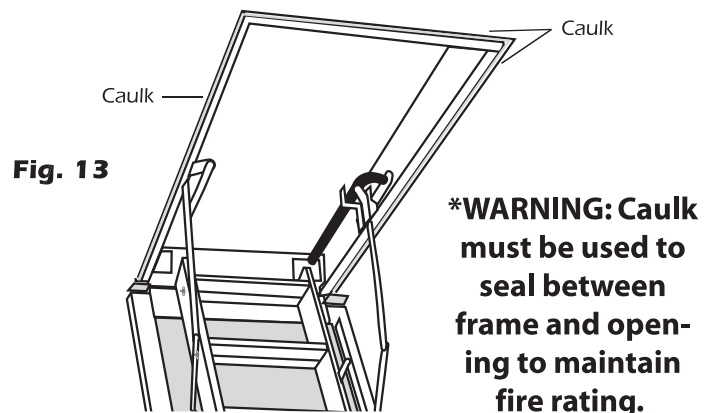

Fig. 13
Step 14– Walk up the stairs; and using the remaining caulk, seal the opening between the stairway frame and the rough opening. (See Fig. 13) Gap should not exceed 1/4".
Etapa 15 - Suba la escalera y usando el calafateo que queda, selle la abertura entre el marco de la escalera y la abertura preliminar. (Vea Fig. 13) Los huecos no deben de ser más grandes que 1/4".